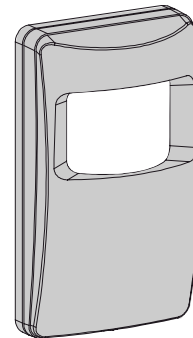

Abb. 1. Gesamtansicht
- A. Lösen und entfernen Sie die Schraube am Boden des Gehäuses (siehe Abb. 1) und nehmen Sie dann den Deckel ab.